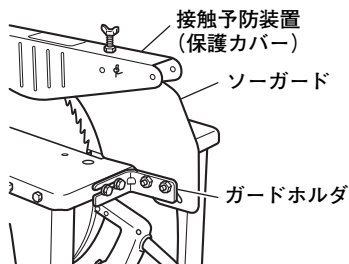

図 6
- (2) ソーガードがこの刃と一直線になるように、ガードホルダをテーブル後端に取付けます。(図6)